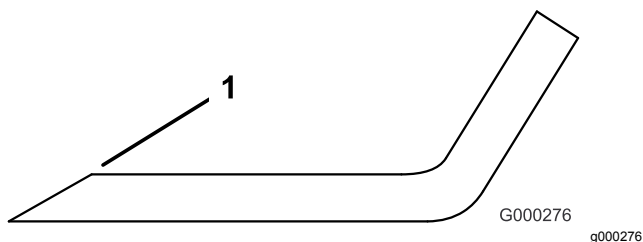

Figura 106
- Utilize uma lima para afiar aresta de corte em ambas as extremidades da lâmina (Figura 106).